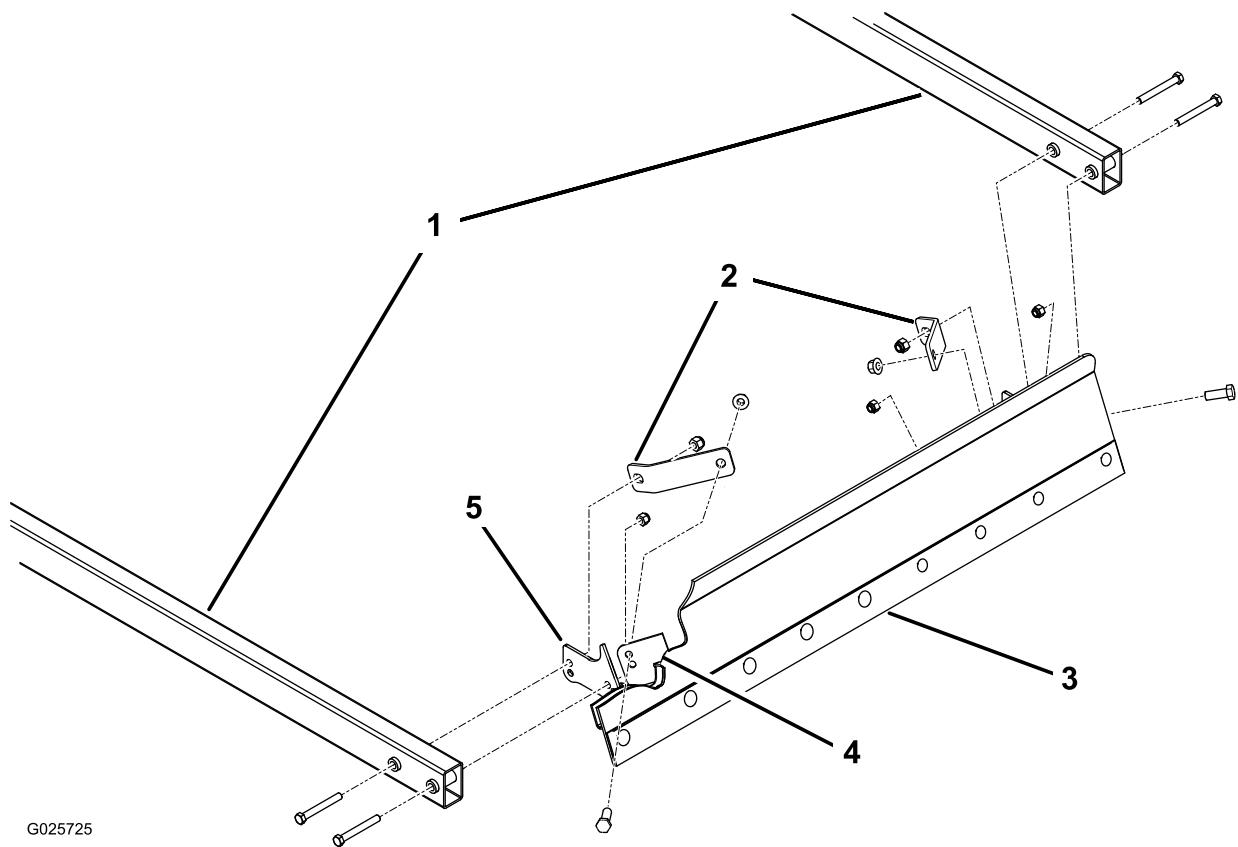

Figura 12
Nota: Coloque los refuerzos según se muestra en Figura 12.
2. Sujete provisionalmente la parte delantera de los brazos de elevación a los soportes de montaje y los refuerzos de la pala con 4 pernos (3/8" x 3") y 4 contratuercas (3/8"); consulte la Figura 12.
Nota: Si utiliza los taladros de montaje superiores de los soportes de montaje de la pala, la pala tendrá una acción más agresiva (Figura 12).
3. Con la pala apoyada sobre una superficie nivelada, apriete las fijaciones que sujetan los brazos de elevación a la pala (Figura 12).